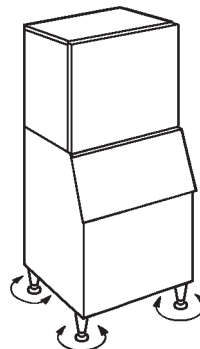

Afb. 6
- 6) Bevestig de ijsmachine aan de bunker met behulp van de twee bevestigingsbeugels en de twee bouten die zijn meegeleverd. Zie Afb. 6.